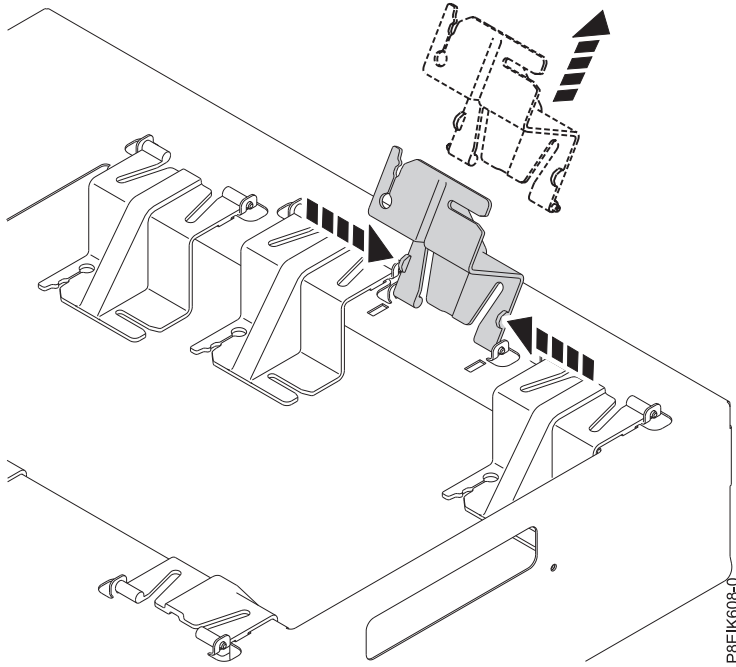

Figura 17. Extracción del soporte de la portadora
- a. Gire el soporte hacia arriba. Pellizque en los lados para extraer el soporte de la portadora, como se muestra en la Figura 17 en la página 16.